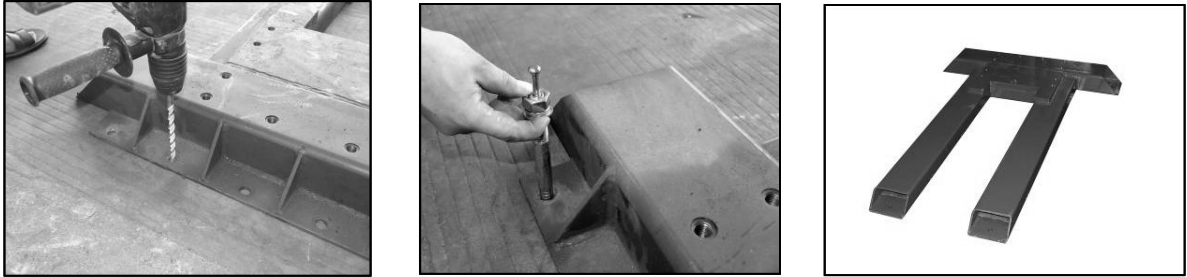

Abbildung: 3-A, B, C Verankerung der Grundplatte
- 2) Zuerst muss die Grundplatte gelegt werden. Legen Sie sie auf den Garagenboden, so nah wie möglich an die endgültige Position. Nachdem Sie die Grundplatte richtig verlegt haben, müssen Sie sie im Boden verankern. Oder sie kann verankert werden, nachdem alles fertig ist. (Abb. 3-A, B, C)